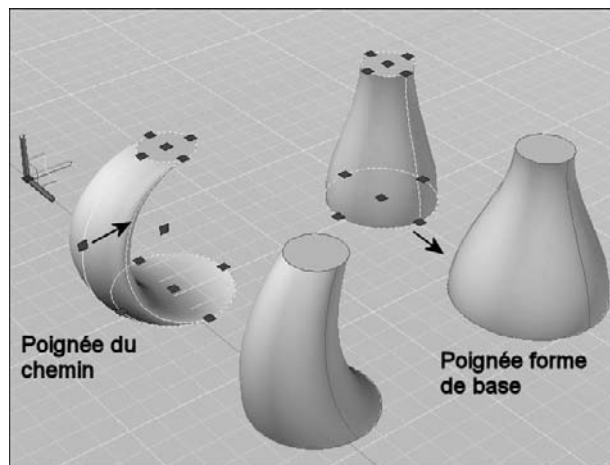

Fig.20.5
- **Solides et surfaces de lissage** : selon la façon dont le solide ou la surface de lissage a été créé, l'objet affiche des poignées sur les lignes ou les courbes de définition à savoir les coupes et la trajectoire. Vous pouvez cliquer et faire glisser les poignées sur les lignes ou les courbes de définition pour modifier le solide ou la surface (fig.20.5). Si le solide ou la surface de lissage contient une trajectoire, vous pouvez uniquement modifier la partie de la trajectoire qui se trouve entre la première et la dernière coupe.